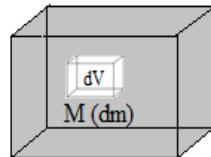

Figure III.3
Soit (S) un système continu volume de point M qui est entouré par un élément de masse (dm). Cet élément de masse existe dans un élément de volume (dV) Figure III.3.